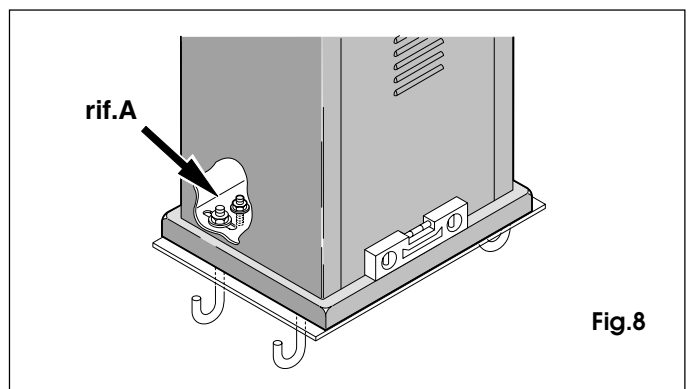

Fig.8
- 2) Inserire le apposite viti di regolazione sulla base del motoriduttore come da fig.8 rif.A.
Terminata l'installazione della cremagliera per garantire un corretto ingranamento con il pignone, è opportuno abbassare di circa 4mm la posizione del motoriduttore (fig. 12) registrando le viti di livello (fig.8 rif.A).